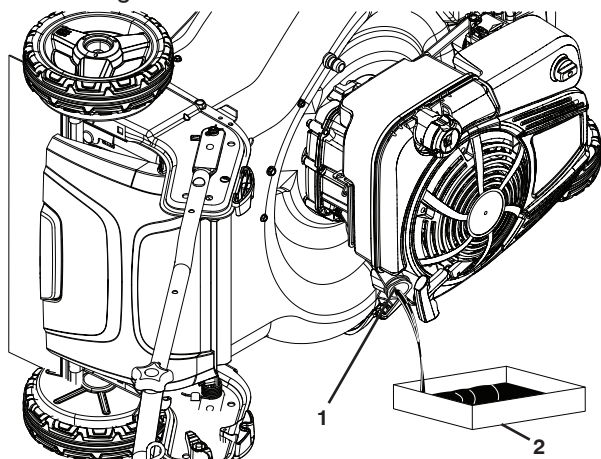

Figure 23
3. Inclinez la tondeuse à gazon sur le côté et vidangez l'huile dans une cuvette appropriée. Faites faire un mouvement de va-et-vient à la tondeuse à gazon pour enlever l'huile emprisonnée dans le moteur (Figure 23).